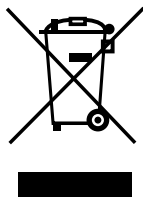

Rys. 3
2. Odkręcić szklaną obudowę w kierunku przeciwnym do kierunku ruchu wskazówek zegara zgodnie z Rys. 3 i zastąpić żarówkę nową tego samego typu i o tych samych wartościach.